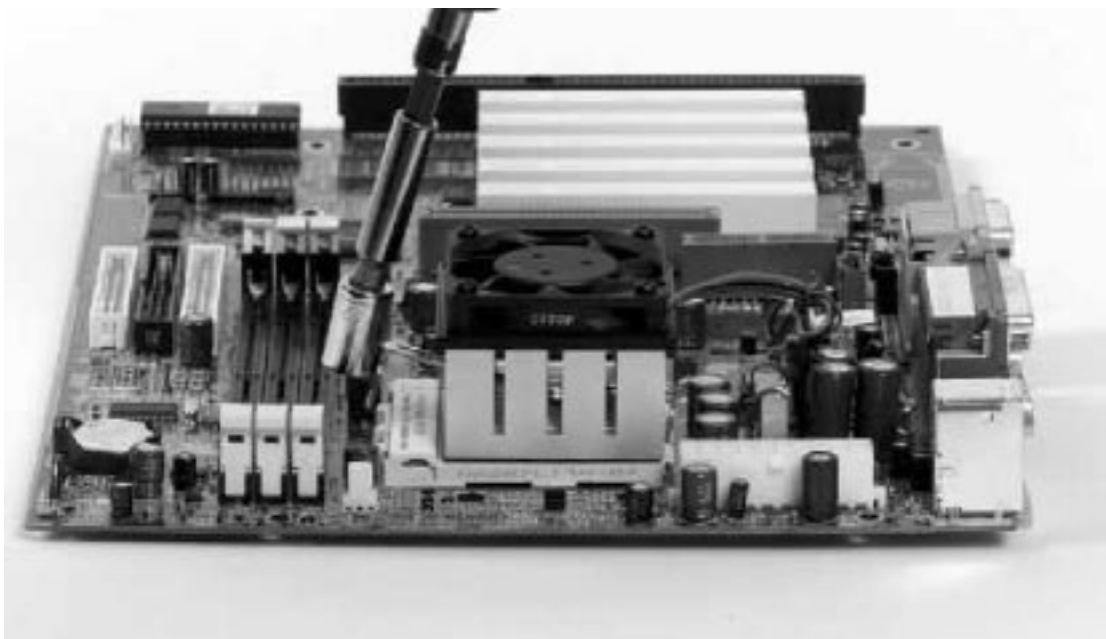

Figura 18. Instalación del clip con una llave de tuercas.
18. La figura 18 muestra uno de los pasos de instalación en el que se emplea una llave de tuercas en lugar de un destornillador. Todos los pasos y movimientos son exactamente iguales, la única diferencia está en la herramienta utilizada. *El procesador se debe instalar siempre antes que los módulos de memoria*